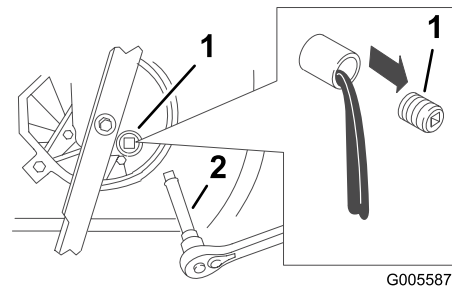

Figura 20
5. Retire el tapón de vaciado de aceite, vuelva a colocar el cortacésped a su posición normal de operación y deje que se drene el aceite en el recipiente (Figura 20).